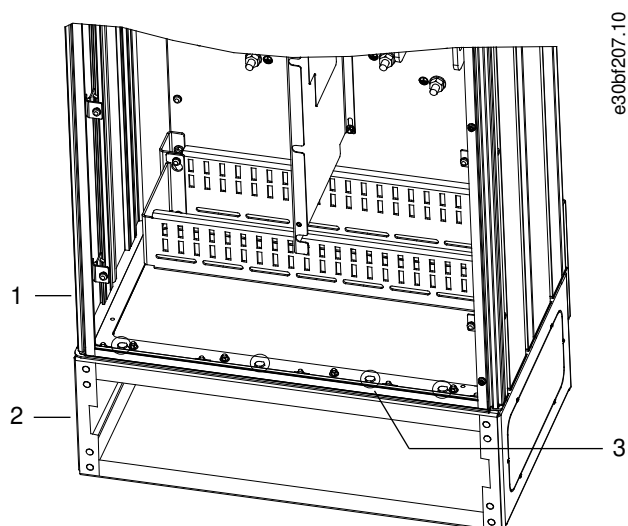

Abbildung 12: Montagepunkte für Befestigung des Gehäuses am Sockel
4. Befestigen Sie das Gehäuse an der Oberseite des Sockels rundum mit 6 M10x30-Schrauben. Siehe Abbildung 12. Ziehen Sie jede Schraube lose an, bis alle Schrauben montiert sind.